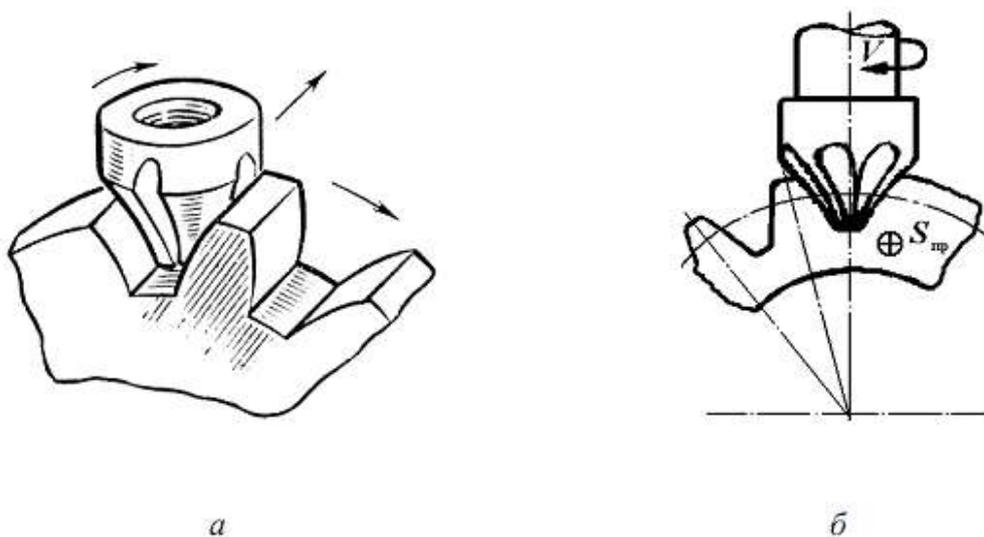
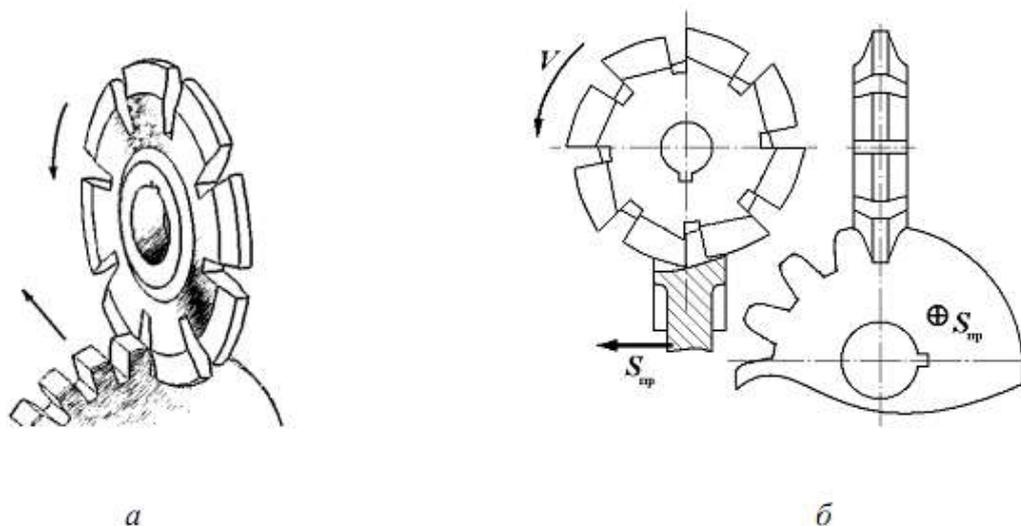

Рис. 9.7. Обработка зубчатых колес модульными пальцевыми фрезами
Рис. 9.8. Обработка зубчатых колес дисковыми модульными фрезами
3) по методу копирования зубчатые колеса нарезают дисковой модульной (рис. 9.7) и концевой фрезой (рис. 9.8).